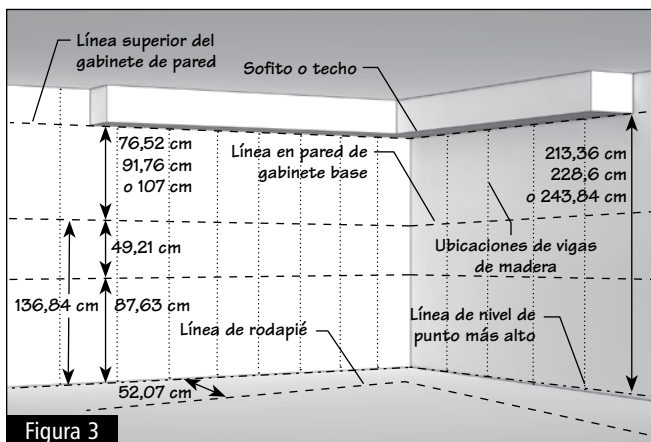

Figura 3
- 1.4** Luego, desde la línea base en pared del gabinete, mida la misma distancia que la altura de los gabinetes (76,52 cm, 91,76 cm, 99,38 cm, 107 cm). Esta será la línea superior para los gabinetes de pared. Todos los gabinetes de pared que no tengan una altura estándar deben colocarse en línea con esta medida. (Figura 3)